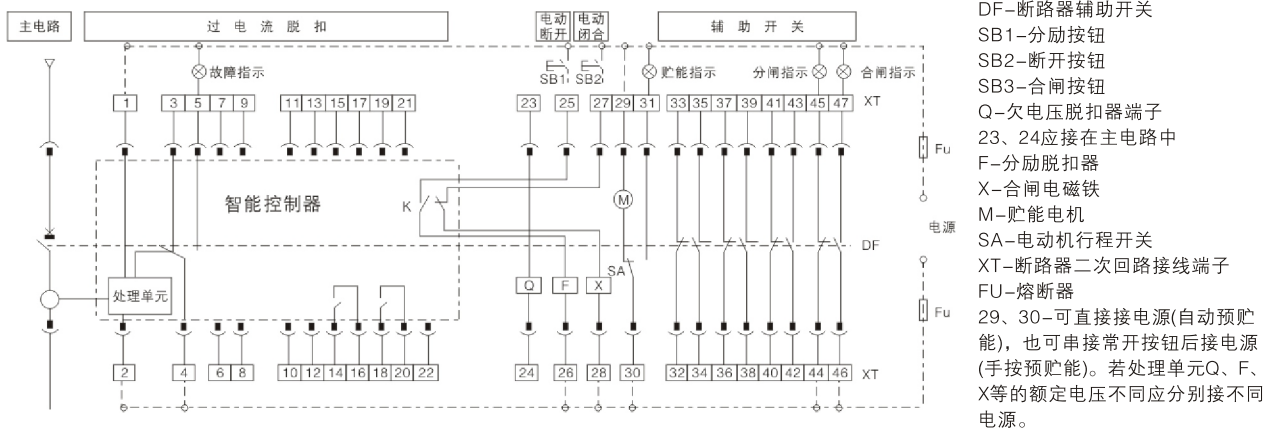

图13e 配L或M型智能控制的断路器二次回路接线图(辅助开关为四开四闭触头)
• 2000A~6300A辅助开关由四常开闭触头的二次回路接线图，见图13e